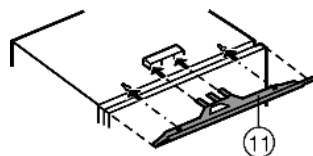

Fig. 12
- ▶ Zamontować przesłonę wyrównawczą Fig. 12 (11) po środku urządzenia: wsunąć w rowek i zaczepić w otworach kluczowych.